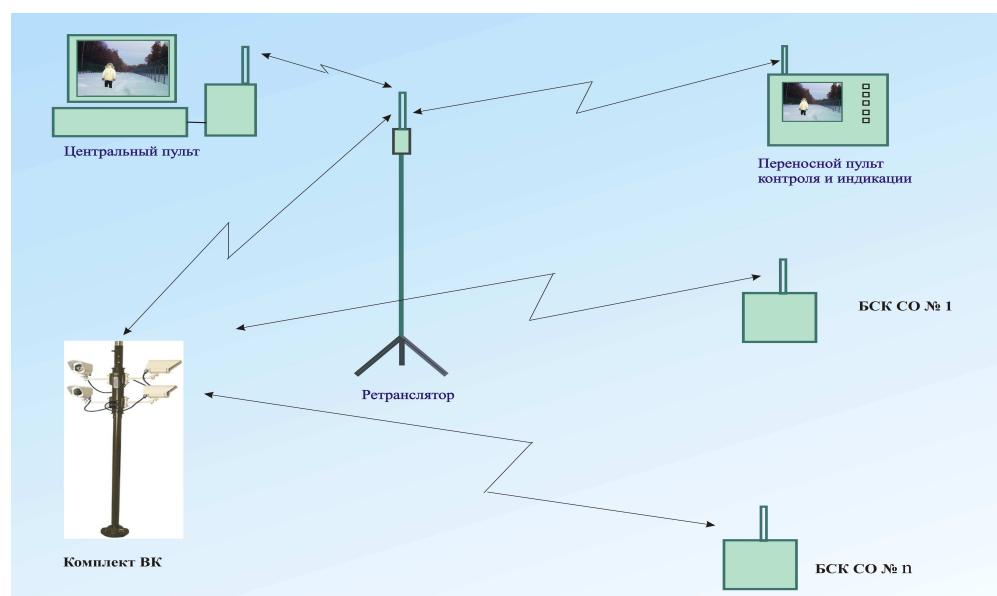

Рисунок 1.4
1.1.4.4 При работе системы совместно с комплексом «Паутина-М» при развертывании осуществляется привязка каждой ВК к номерам соответствующих средств обнаружения. В дальнейшем, при срабатывании любого СО сигнал тревоги передается не только на средства отображения комплекса «Паутина-М», но и принимается ВК, анализируется и в случае совпадения номера СО ВК делает два «стоп-кадра» и пересыпает их на центральный и переносной пульты (рисунок 1.4).